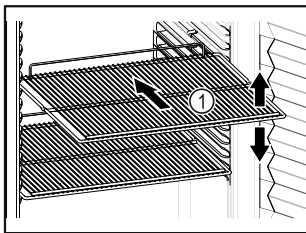

Fig. 70 Voorbeeld
- Indien de legroosters Fig. 70 (1) verplaatsbaar zijn, deze aan de hoogte aanpassen.